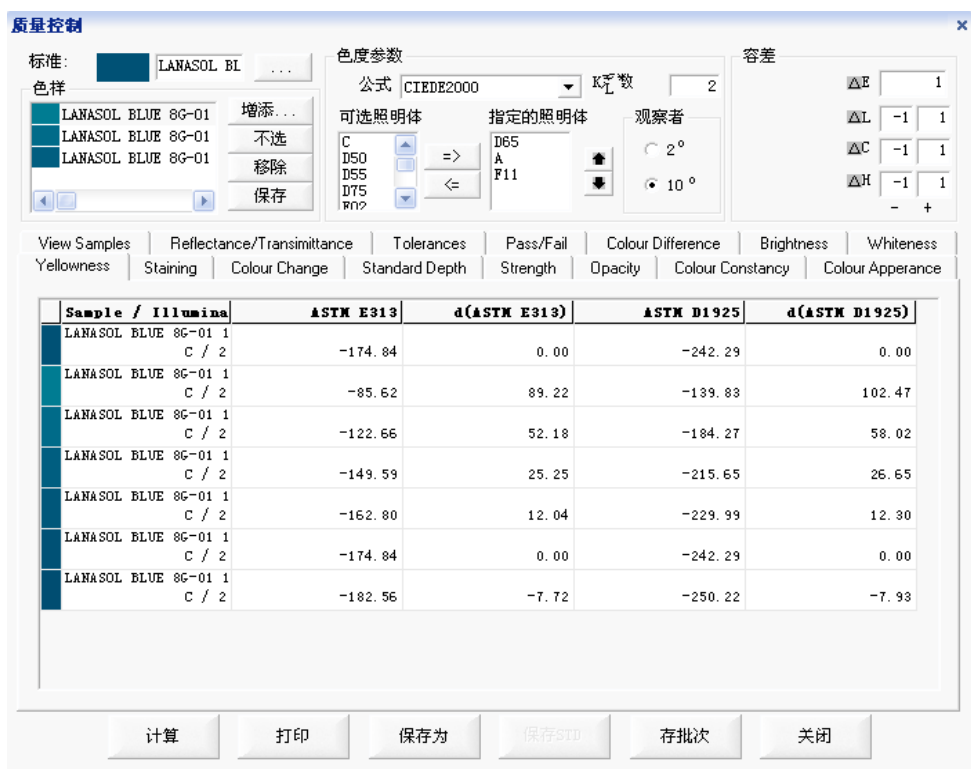
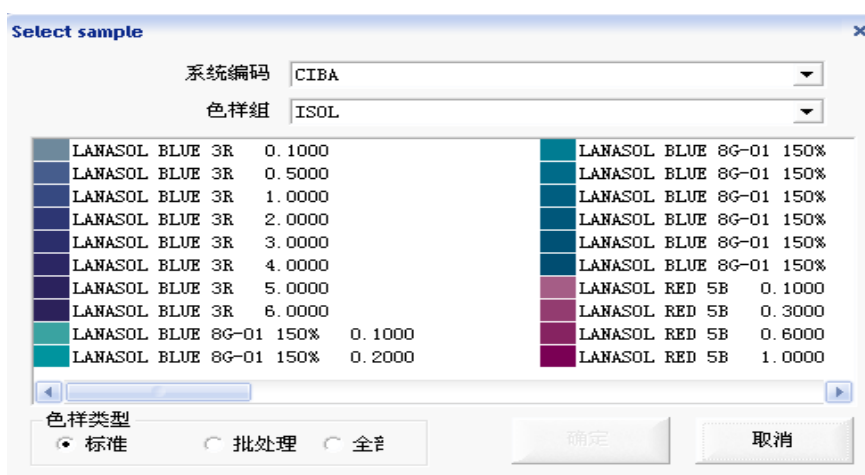

图 15
图 16
11. 颜色-质量控制：用于测量多个样品颜色与标准样的颜色色差（图 15）。在数据库中找到标准样（标准：... 点后面的按钮）出现颜色数据库（图 16），选取标准样。点按钮“增添...”，出现图 16 的颜色数据库，可以一次选取多个批次对比色样，确定后，就可以在质量控制窗口中看到各种颜色对比数值和曲线（图 15）。